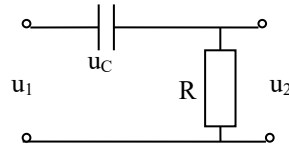

Рис.2.40
**Вариант 7.** Изучить процесс установления напряжения в  $RL$ -цепочке (рис.2.40). Напряжение на индуктивности  $u_L(t) = u_1(t) - u_2(t)$  определяет потокосцепление